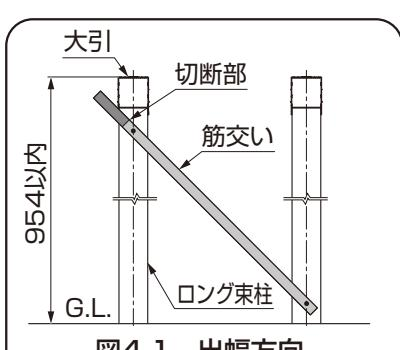
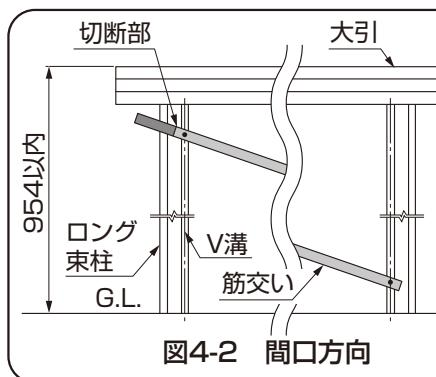

図4-1 出幅方向
図4-2 間口方向
①取付位置を確認し、ロング束柱からはみ出さないように切断してください。(図4-1、図4-2参照)